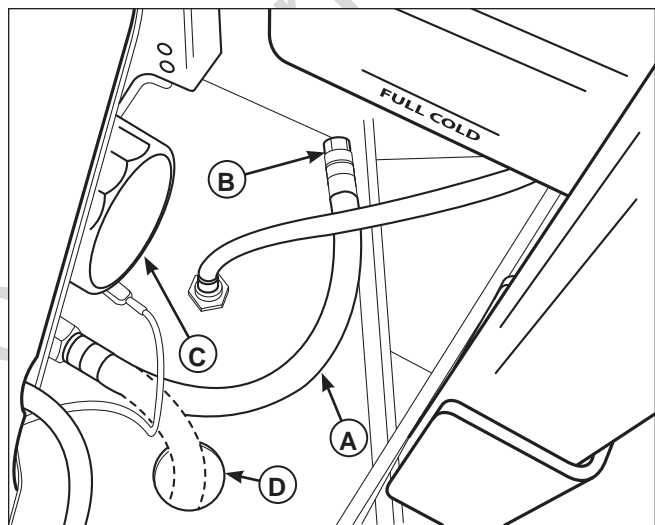

Figura 19. Drenaje del aceite de motor
2. Coloque la manguera de drenaje de aceite (A, figura 19) a través de los agujero (D) en la cubierta del motor.
3. Coloque una bandeja pequeña debajo de la manguera de drenado para atrapar el aceite. Utilizando las herramientas adecuadas, quite el tapón (B) de la manguera de drenaje de aceite y drene el aceite del motor.